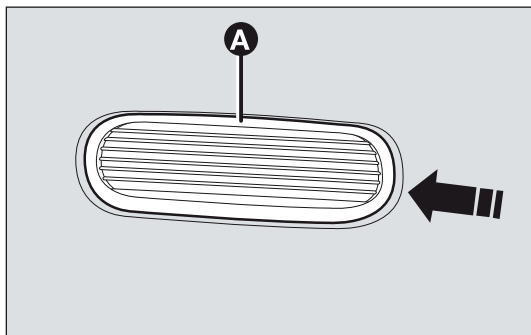

fig. 147
- ☐ spingere il trasparente A-fig. 147 nel senso di marcia della vettura ed estrarlo (è fissato a pressione);